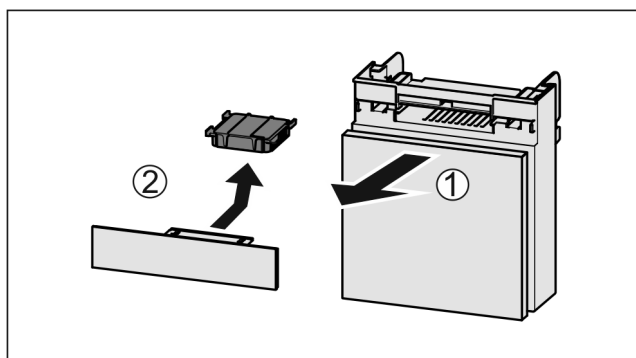

Fig. 96
- ▶ Extraire le compartiment par l'avant Fig. 96 (1).
- ▶ Sortir le filtre à charbon actif Fig. 96 (2).